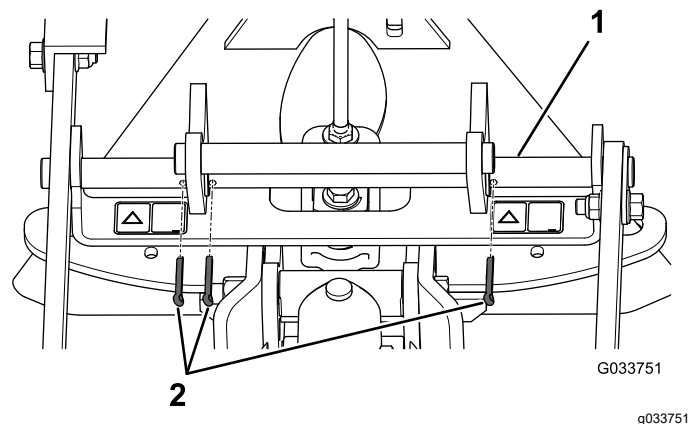

Figure 6
4. Insérez une goupille fendue dans chacun des 3 trous de la barre de pivotement (Figure 6).
Remarque: Vérifiez que les trous de la barre de pivotement sont positionnés comme montré à la Figure 6.